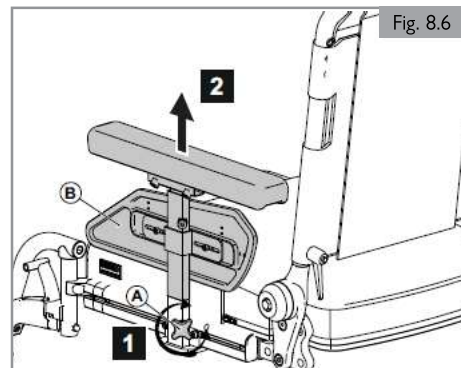

Fig. 8.6
**8.5 Accoudoir amovible à montant unique****Dépose de l'accoudoir (Fig. 8.6)**